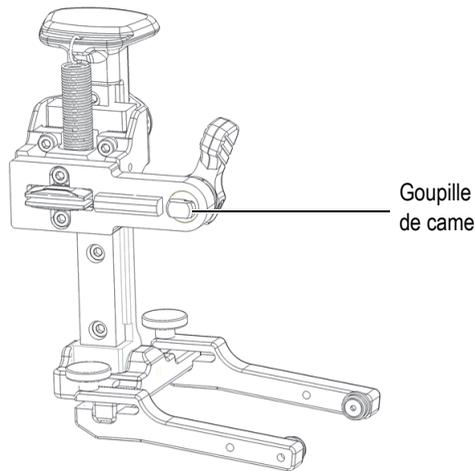

Figure 2-5 Goupille de came – Bords longs placés à l’horizontale
1. À l'aide du levier de positionnement, réglez la position de la goupille de came de sorte que ses bords longs soient placés à l'horizontale (Figure 2-5 à la page 44).